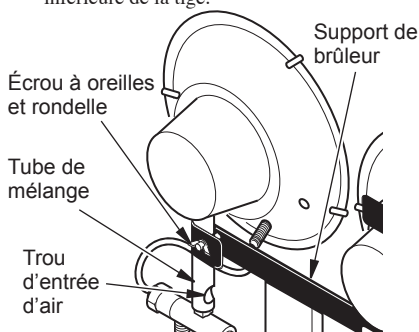

Figure 1 - Fixation de l'appareil de chauffage à son support
1. Placer chaque tête de brûleur sur le support de celui-ci comme indiqué à la figure 1.